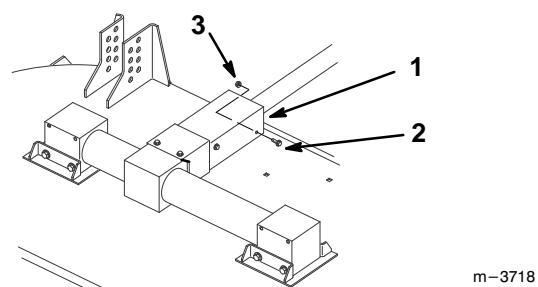

Figure 17
1. Serrer le frein de stationnement et s'assurer que le capot de PdF est abaissé contre le repose-pied (Fig. 17).
2. Retirer le boulon à colerette de 5/16-18 x 7/8" (11 mm) et l'écrou à embase de 5/16" qui fixent le capot de PdF en position abaissée (Fig. 17).
4. Fixer le capot de PdF en position abaissée à l'aide du boulon à colerette de 5/16-18 x 7/8" (11 mm) et de l'écrou à embase de 5/16" (Fig. 17).